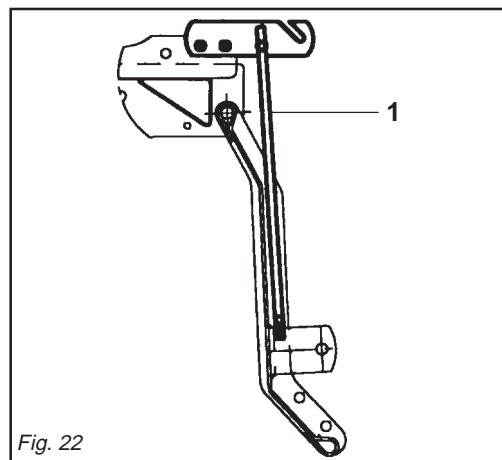

Fig. 22
- 4- Per mod. EL: L'asta (1 Fig. 22), va posizionata come in figura per il parcheggio della macchina.
- 4- For model EL: the rod (1 Fig. 22) should be positioned as shown in the figure when parking the machine.
- 4- Für Mod. EL: Die Stange (1 Abb. 22) ist so anzuordnen, wie in der Abbildung für das Abstellen der Maschine gezeigt ist.
- 4- Pour mod. EL: Pour stationner la machine la barre (1 Fig. 22) doit être positionnée comme indiqué dans la figure.
- 4- Para mod. EL: La barra (1 Fig. 22) debe ser posicionada como se ve en la figura para el estacionamiento de la máquina.